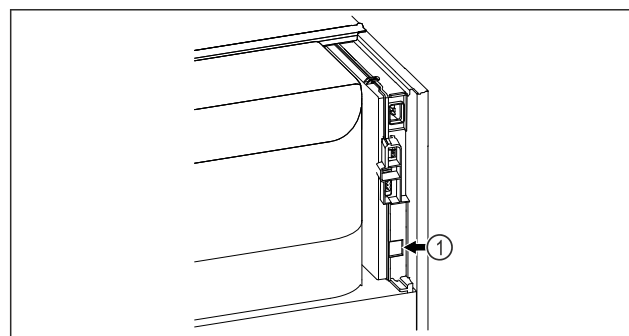

Fig. 83
- Se utiliza SmartModule Fig. 83 (1).